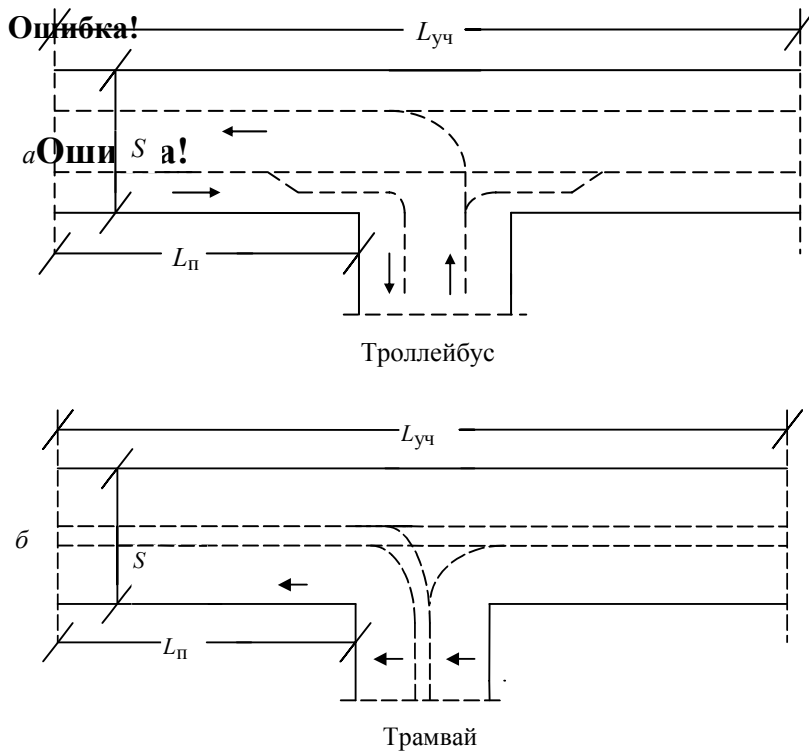

Рис. 1. Ситуационные планы прохождения трасс контактных линий
1. Ситуационный план прохода трассы контактных линий (рис. 1, табл. 3).
4. Вид транспорта (рис. 1, а, б).